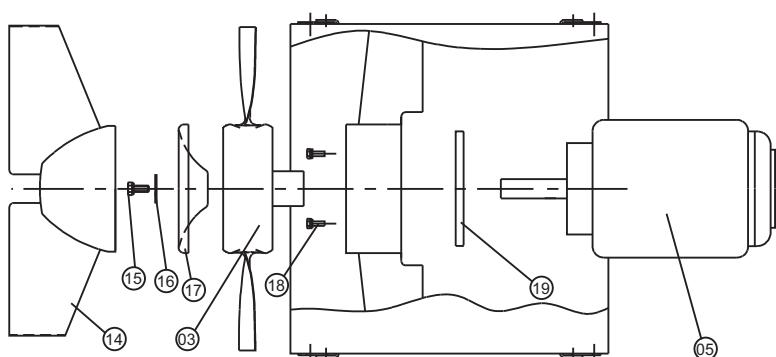

Abb. 3. Demontage und Montage des Motors
- 4 AUC: Die Nabenkappe abnehmen, Abb. 3, Pos. 17.
- 5 Die Mittelschraube des Laufrades Abb. 3, Pos. 15 abschrauben.
- 6 Die Mittelscheibe Abb. 3, Pos. 16 und für AUC den Nabendeckel Pos. 17 demontieren.
- 8 4 Stück Satzschrauben Abb. 3, Pos. 18 losmachen.
- 9 Motor Abb. 3, Pos. 05 und Motorflansch Pos. 19 demontieren. Vor der Demontage die Position des Motors beachten.
- 1 Nach Fertigstellung der Wartungsarbeiten den Motor Abb. 3, Pos. 05 wieder einbauen. Darauf achten, daß der Motorflansch Pos. 19 korrekt angebracht ist und die Motorwelle im Ventilatorgehäuse
konzentrisch angeordnet ist, bevor die Satzschrauben Abb. 3, Pos. 18 angezogen werden.
- 3 Die Mittelschraube Abb. 3, Pos. 15, die Mittelscheibe Pos. 16 und für AUC den Nabendeckel Pos. 17 wieder anbringen.
- 4 Typ ARC: Den Leitapparat Abb. 3, Pos. 14 montieren.